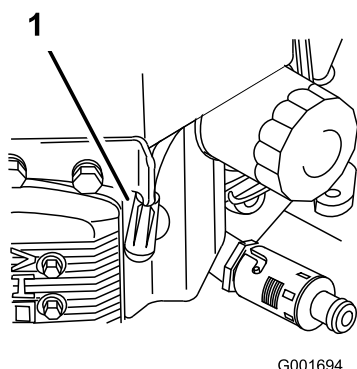

Figure 37
3. Débranchez les bougies (Figure 37).